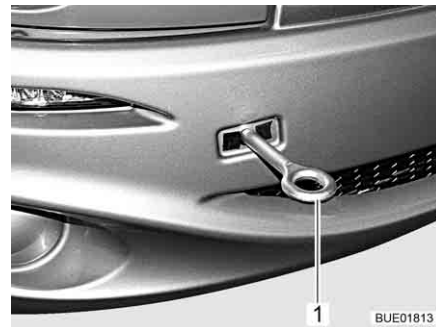

Bild 51 Bogserögla, monterad
- Montera bogseröglan (Bild 51,1) enligt anvisningarna i bruksanvisningen till basfordonet.